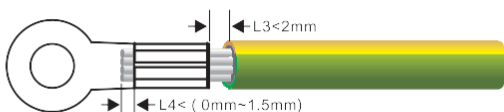

Figura 5.2 Crimpado de un cable (unidad: mm)
Paso 2 Inserte los cables con el núcleo visto en las zonas de prensado del terminal OT y prénselos con unos alicates hidráulicos, tal como se muestra en la figura 5.2.